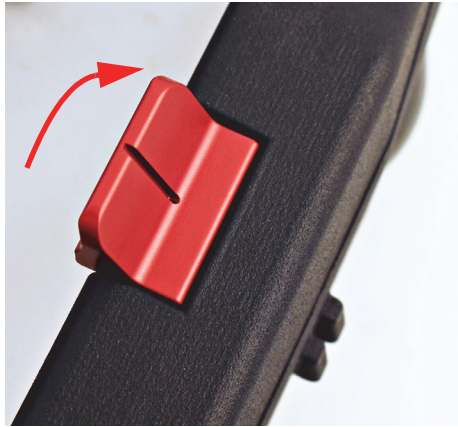

Figura 4-1 Pestillo de freno activado
- Para activar el freno, levante (posición levantada) el pestillo de freno rojo (ver Figura 4-1 en la página 72).